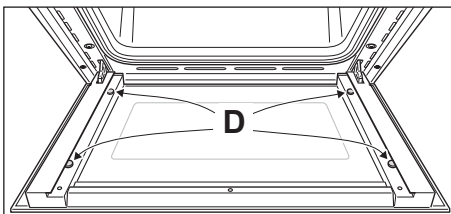

Fig. 6.16a
IMPORTANTE: È consigliabile, durante la rimozione del vetro, tenere premuti in posizione i 4 distanziatori "D", mediante un dito, al fine di evitare la rottura o lo sfilamento dei distanziatori stessi (fig. 6.16a).
- Verificare che i 4 distanziatori "D" siano nella loro posizione (fig. 6.16a).
IMPORTANTE: È consigliabile, durante l'inserimento del vetro, tenere premuti in posizione i 4 distanziatori "D", mediante un dito, al fine di evitare la rottura o lo sfilamento dei distanziatori stessi (fig. 6.16a).